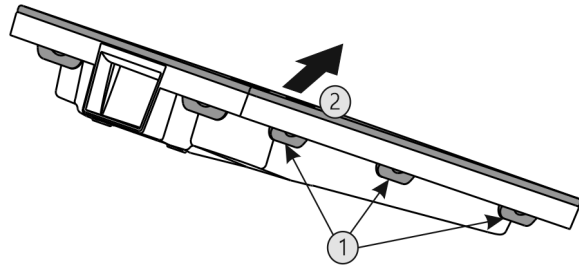

Fig. 22
- ▶ Alle lippen Fig. 22 (1) achtereenvolgens indrukken en de afdekking Fig. 22 (2) verwijderen.